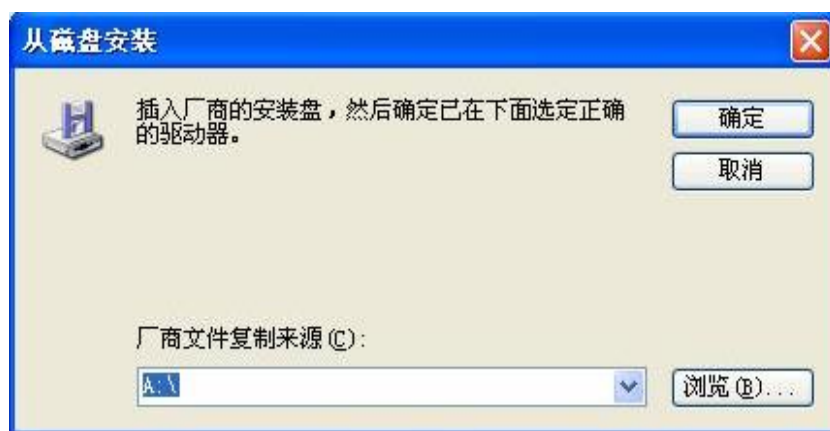
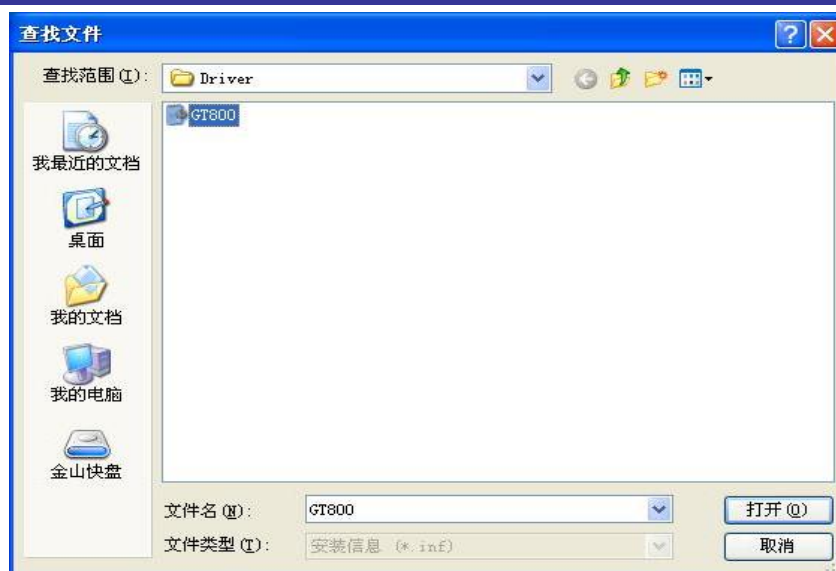

图 2-5 运动控制卡驱动程序安装界面 5
图 2-6 运动控制卡驱动程序安装界面 6
(7) 如图 2-5 所示点击“浏览(B)...”，选择驱动所在的路径 D:\driver，如图 2-6 所示。